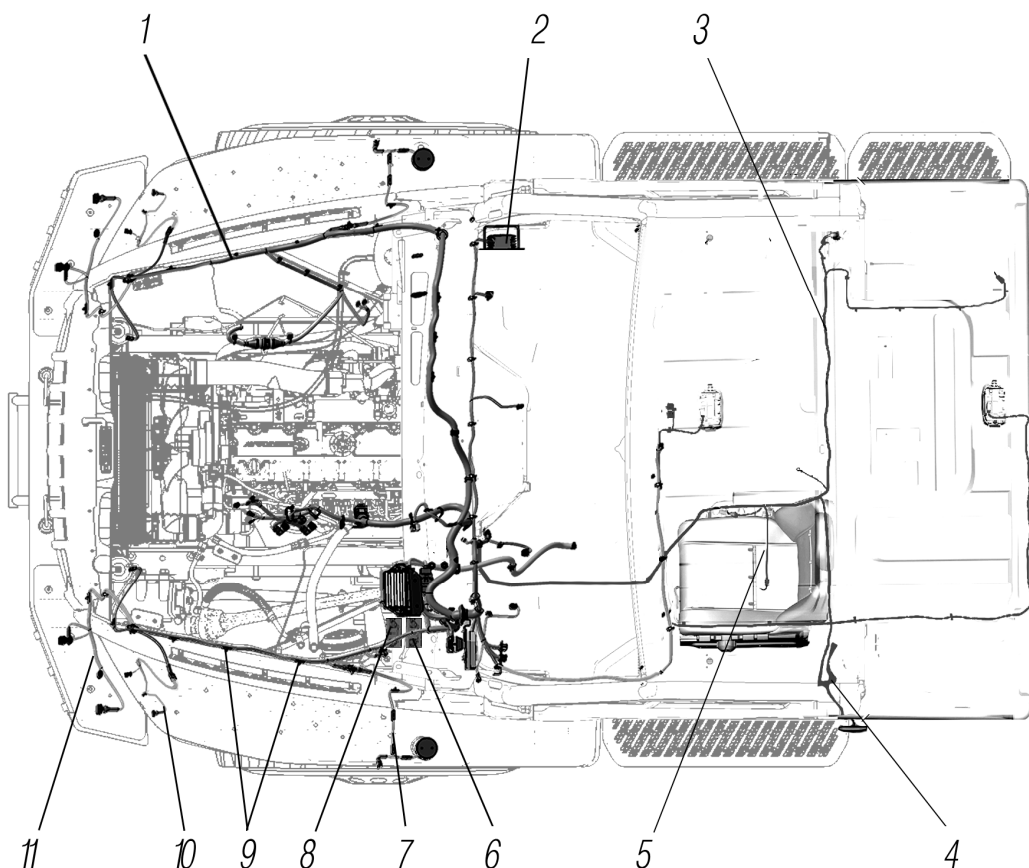

Рисунок 6.6
*² См. рисунок 6.6
See figure 6.6